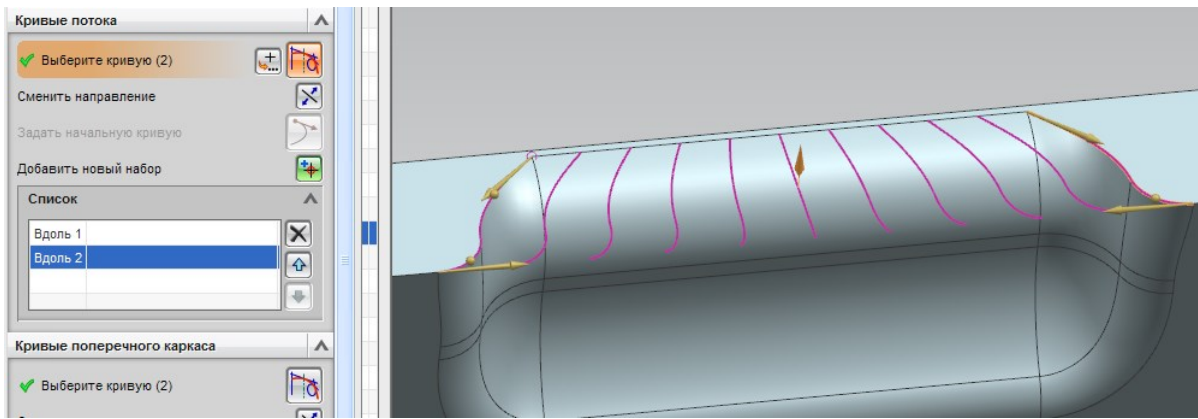

Рис. 2.64. Выбор второго бокового ребра кармана
- выберите второе боковое ребро кармана (см. рис. 2.64);